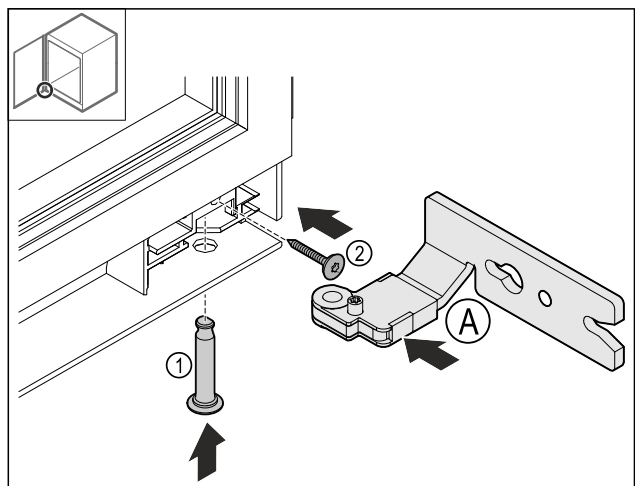

Fig. 23
- Inserire la cerniera inferiore Fig. 23 (A).
- Inserire i bulloni e Fig. 23 (1) fissarli.
- Stringere le viti Fig. 23 (2) tramite rotazione.